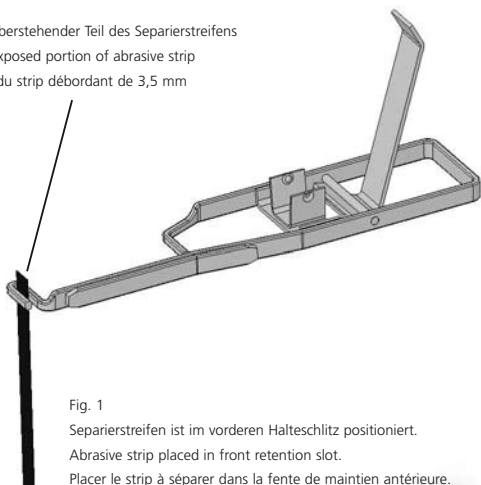

Fig. 1
1. Platzieren Sie den Separierstreifen in dem vorderen Halteschlitz wie in Fig. 1 gezeigt. Der Streifen sollte mindestens 3,5 mm über den Rand hinausstehen. Hierdurch wird ein sicherer Halt bei Schritt 3 gewährleistet.
1. Place abrasive strip into front retention slot as shown in fig. 1. The strip should be placed with at least 3.5 mm exposed above instrument. This will insure a proper mechanical lock in step 3.
1. Placez le strip à séparer dans la fente de maintien antérieure comme indiqué sur la figure 1. Le strip doit dépasser de 3,5 mm le bord. Ainsi, un maintien sûr sera assuré à l'étape 3.